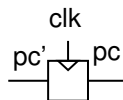

Abbildung 2: Befehlszähler
Ein weiteres Zustandselement ist der Befehlszähler, auch program counter (PC) genannt. Der PC gibt die Adresse der Instruktion aus, die ausgeführt werden soll. In dieser Übung wird der PC als synchron rücksetzbares Flip Flop (FF) realisiert. Die Implementierung des PCs befindet sich im Ordner **syncresff** und das Diagramm in Abbildung 2.